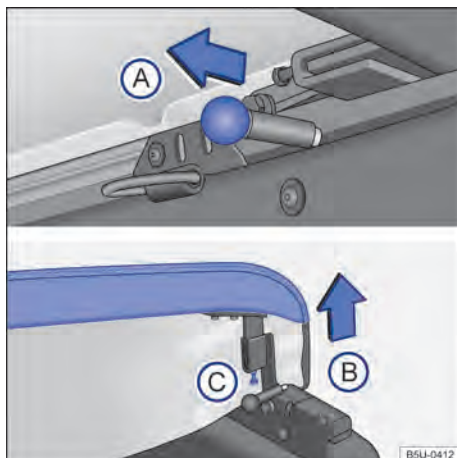
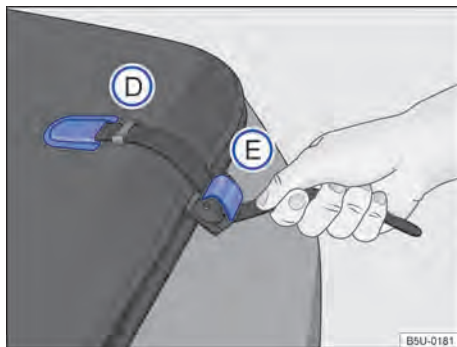

Fig. 64 Travas e parafuso de ajuste do esticamento da capota marítima.
Fig. 65 Fixação da capota marítima.
- Deslocar o pino de travamento → Fig. 64 (A) no sentido da seta, em ambos os lados, simultaneamente.
- Levantar a extremidade da capota no sentido da seta (B).
- Para ajustar o esticamento, soltar a porca e apertar o parafuso ou soltar o parafuso (C), até atingir o esticamento desejado.
- Retirar a extremidade da cinta do alojamento → Fig. 65 (D), nas laterais da capota marítima, e forçar a cinta para baixo, para desbloquear a trava (E).
- Inserir a extremidade das cintas no alojamento (D), para facilitar o recolhimento da capota marítima.